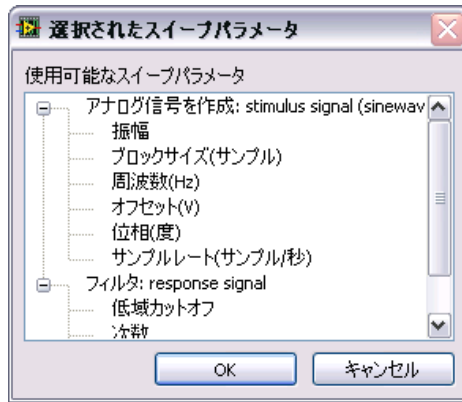

図 6-1 スイープパラメータ選択ダイアログボックス
4. 図 6-1 のように、**ステップ設定**ダイアログボックスの**追加**ボタンをクリックし、プロジェクトの各ステップのスイープパラメータのリストを表示します。